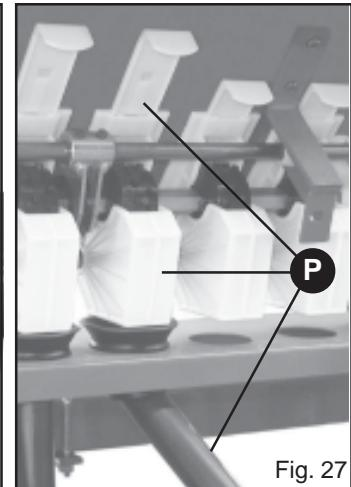

Fig. 27
- Svitare i dadi (N) dell'attacco assolcatore e la vite (O).
- Controllare che siano aperte solo le lame dei distributori che hanno il tubo telescopico (P, Fig. 27), tutte le altre devono essere chiuse.